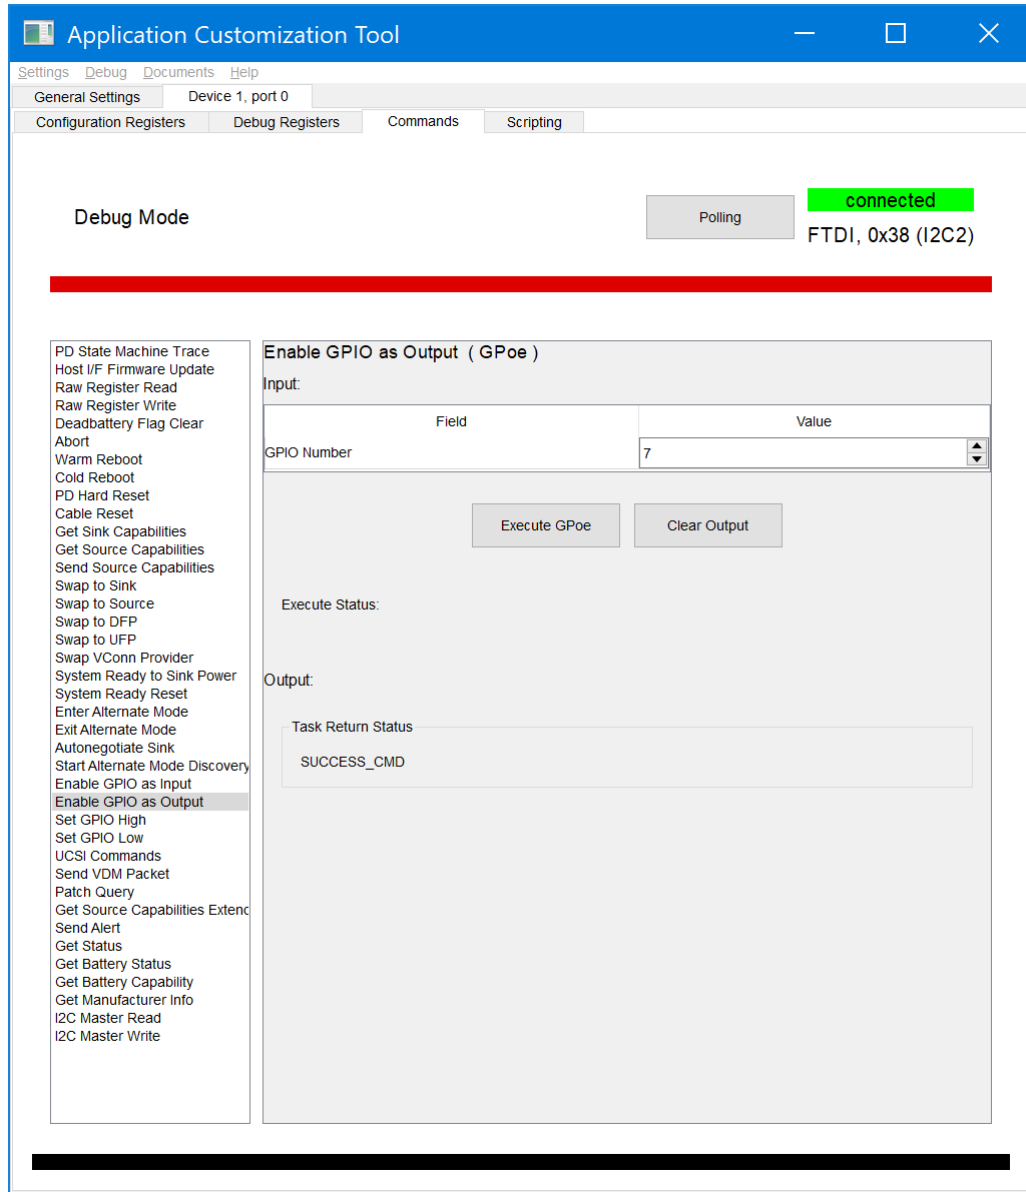

图 5-4. 使用 ‘GPoe’ 4CC 命令
- 首先发送 ‘GPoe’ 4CC 命令，如图 5-4 中所示。